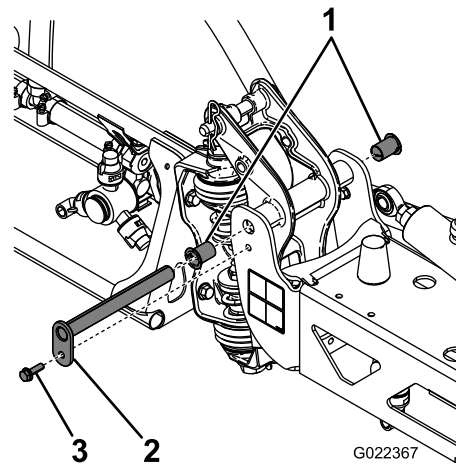

Figure 62
3. Lorsque le poids de la rampe est soutenu, retirez le boulon et l'écrou qui fixent l'axe de pivot à la rampe (Figure 62).
4. Retirez le boulon et l'écrou qui fixent l'axe de pivot, et déposez celui-ci (Figure 62).
- Déposez et examinez les bagues en nylon à l'avant et à l'arrière du support de pivot (**Figure 62**).
- Appliquez une petite quantité d'huile sur les bagues en nylon et montez-les sur le support de pivot (**Figure 62**).
- Montez la rampe et support de pivot dans le cadre central en alignant les trous (**Figure 62**).